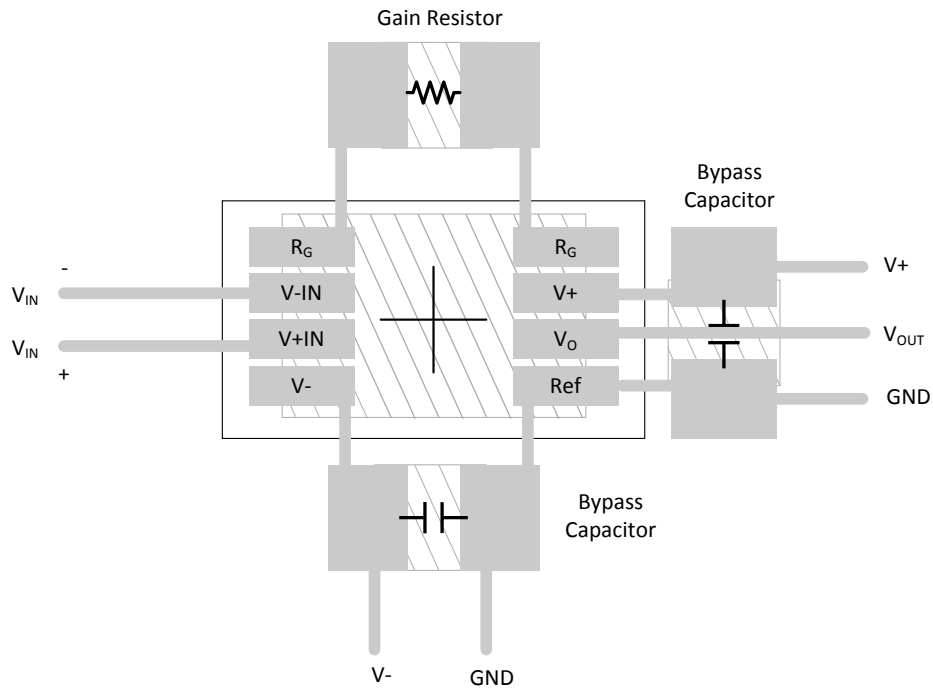

图 7-9. INA126 布局示例
- 外部元件应尽量靠近器件放置。如图 7-9 所示，使 R_G 靠近引脚可最大限度减小寄生电容。